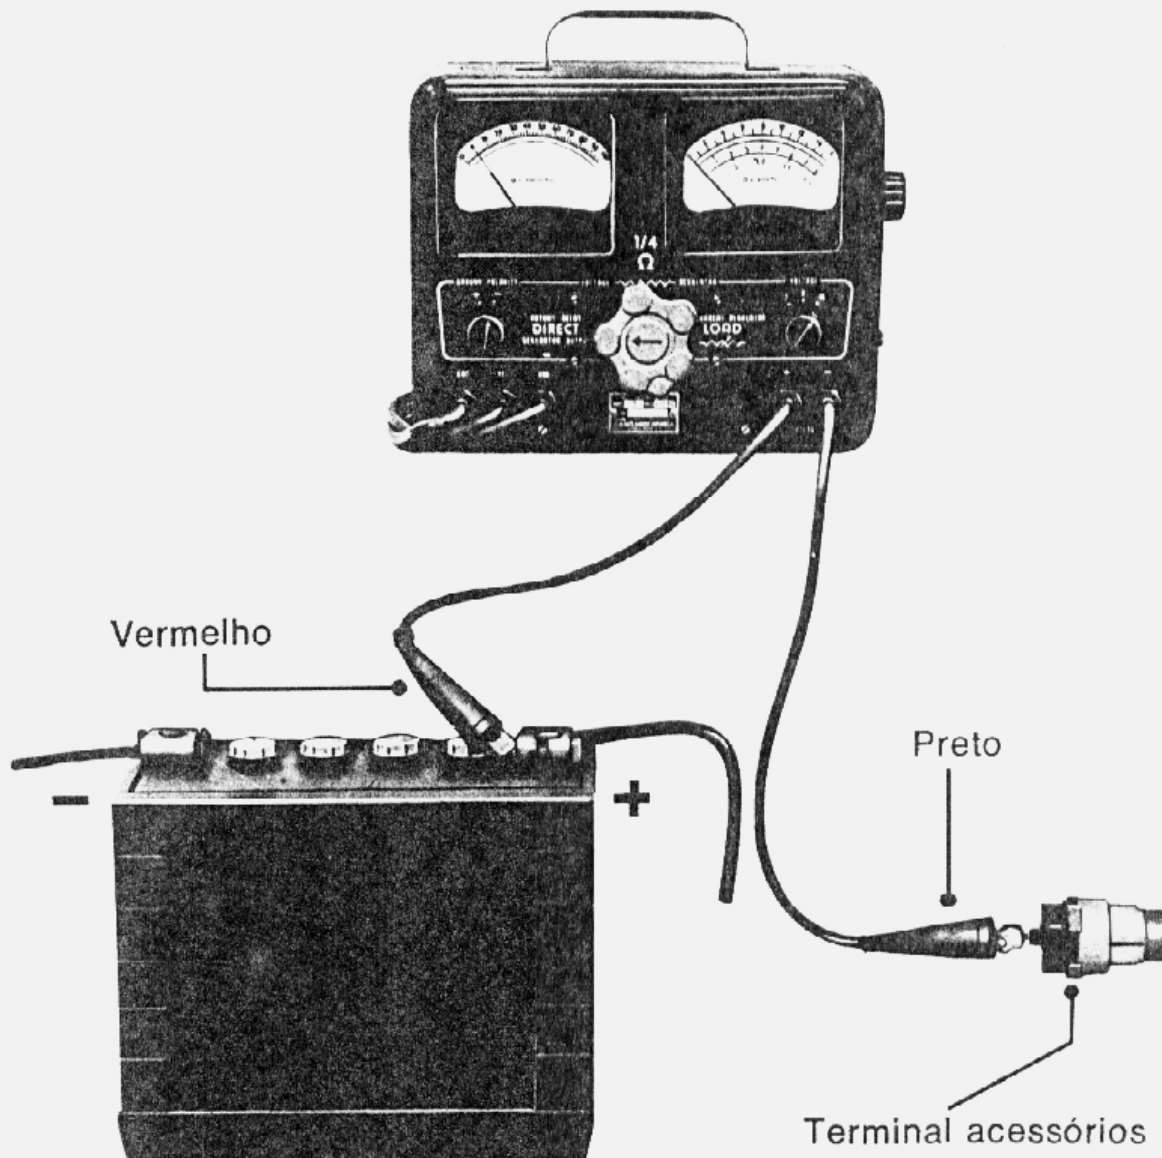

fig. 3 — teste do interruptor de ignição
1. Ligar os terminais dos condutores do voltímetro conforme ilustra a fig. 3.